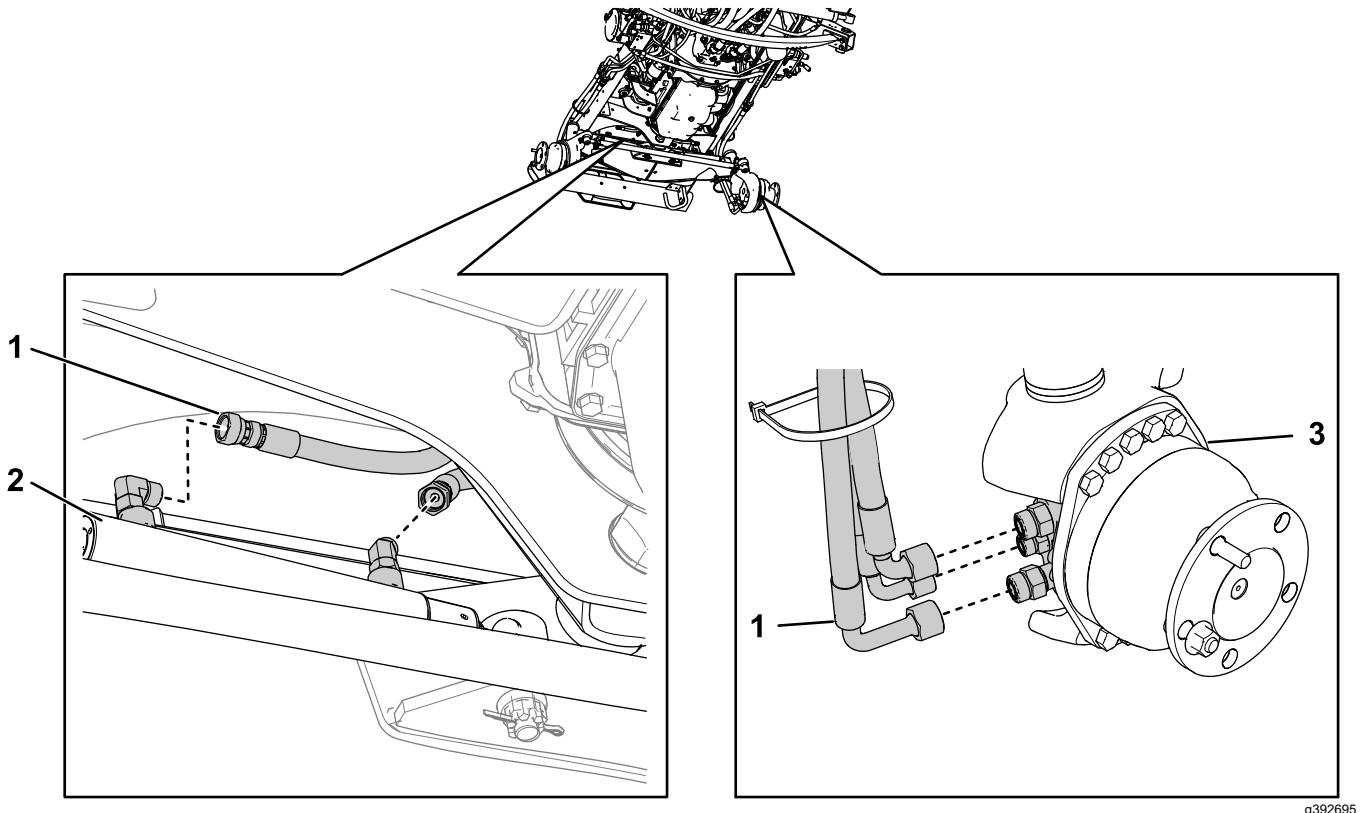

Figura 5
4. Desconecte cualquier manguera hidráulica conectada a los cilindros de dirección y los motores de las ruedas traseras (Figura 5). Repita el procedimiento en el otro lado.